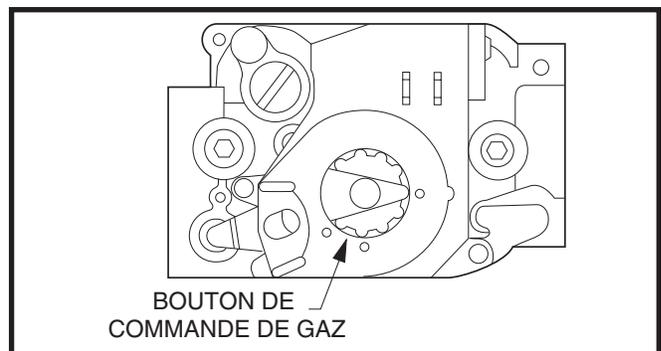

Figure 30. Robinet de gaz à allumage direct – Honeywell
- **Honeywell** : enfoncez et tournez le bouton de commande du gaz dans le sens des aiguilles d'une montre à la position **OFF** (fermé). Voyez la Figure 30.
- **Honeywell** : enfoncez et tournez le bouton de commande du gaz dans le sens contraire aux aiguilles d'une montre à la position **ON** (ouvert) (Figure 30).
- **Honeywell** (Figure 30) : tournez le bouton de commande du gaz dans le sens des aiguilles d'une montre jusqu'à la position **OFF** (fermé), **Robertshaw** (Figure 28) : poussez le levier de commande du gaz vers la position **OFF** (fermé).
- **Honeywell** : enfoncez et tournez le robinet de gaz dans le sens des aiguilles d'une montre à la position **OFF** (fermé) (Figure 30).
- **Honeywell** : enfoncez et tournez le bouton de commande du gaz dans le sens des aiguilles d'une montre à la position **OFF** (fermé) (Figure 30).
- **Honeywell :** enfoncez et tournez le bouton de commande du gaz dans le sens des aiguilles d'une montre à la position **OFF** (Figure 30).